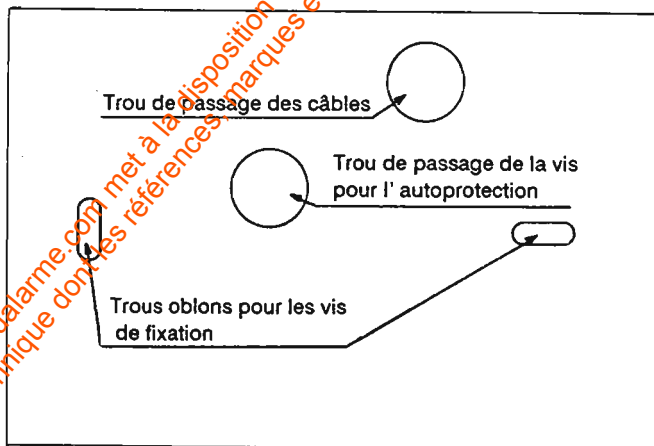

figure 2
3. Amener le câble à l'endroit choisi face au trou de passage des câbles (voir figure 2 p: 2/7).
4. Visser solidement le support du clavier (vis, chevilles fournies avec l'équipement) par l'intermédiaire des 2 trous oblongs prévus à cet effet (voir figure 2). Fixer la vis pour l'autoprotection à l'arrachement (laisser dépasser de 8 à 10 mm).